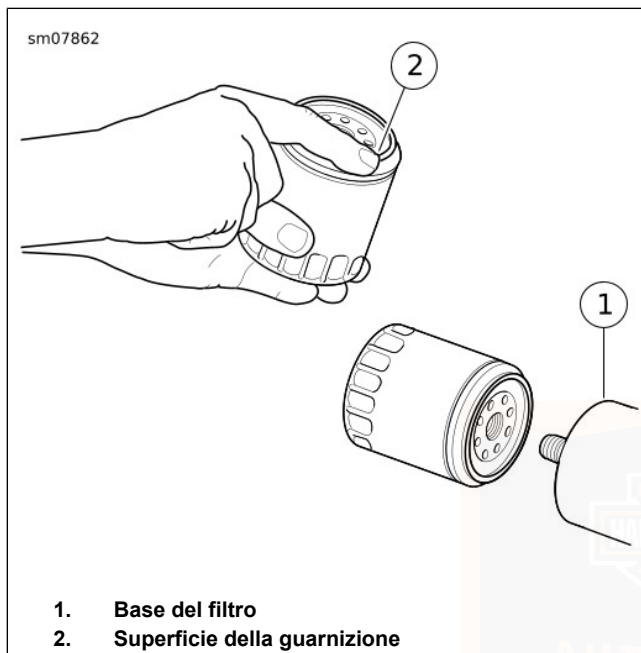

Figura 38. Applicazione di un velo di olio
3. Vedere Figura 38. Pulire con un panno pulito la superficie di contatto della guarnizione del filtro sulla base del filtro dell'olio (1). La superficie deve essere liscia e priva di detriti o di parti della vecchia guarnizione.
4. Applicare un velo di olio alla superficie di contatto della guarnizione sulla superficie del basamento e su quella della guarnizione (2) del **nuovo** filtro dell'olio.